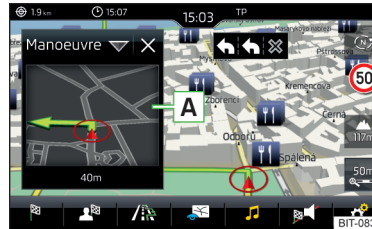

Abb. 182
Das Infotainment bietet die Möglichkeit an, im Zusatzfenster **Position** » Abb. 182 auf Seite 154 die folgenden Informationen zur aktuellen geografischen Fahrzeugposition sowie zum Satellitensignal anzuzeigen.
- Zur Auswahl des Inhalts des Zusatzfensters **A** » Abb. 182 die Funktionsfläche antippen und kontextabhängig eines der folgenden Menüs wählen.